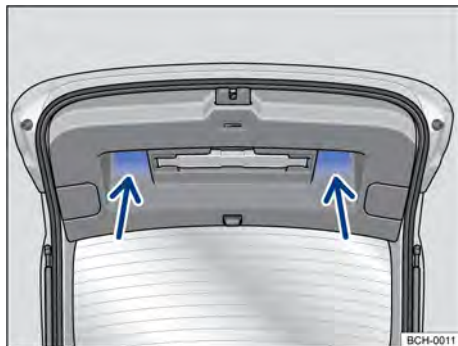

Fig. 60 Tampa traseira aberta: rebaixos (setas) para puxar e fechar.
– Puxar a tampa traseira pelo rebaixo no revestimento interno → Fig. 60 com impulso para baixo, de modo que se encaixe na fechadura → ⚠.